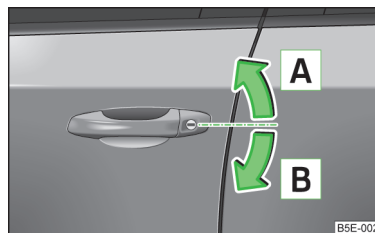

Fig. 12
► Rotiți cheia în butucul încuietorii portierei șoferului, în sensul săgeții **A** » fig. 12.
► Rotiți cheia în butucul încuietorii portierei șoferului, în sensul săgeții **B** » fig. 12.